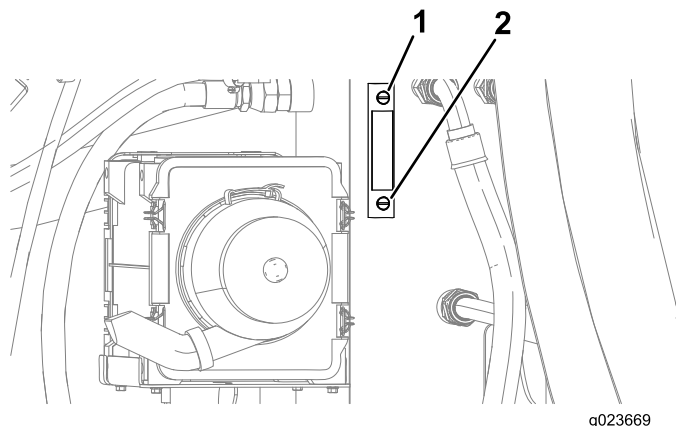

Figura 149
3. Verifique o nível de óleo no visor de nível do reservatório hidráulico (Figura 149).